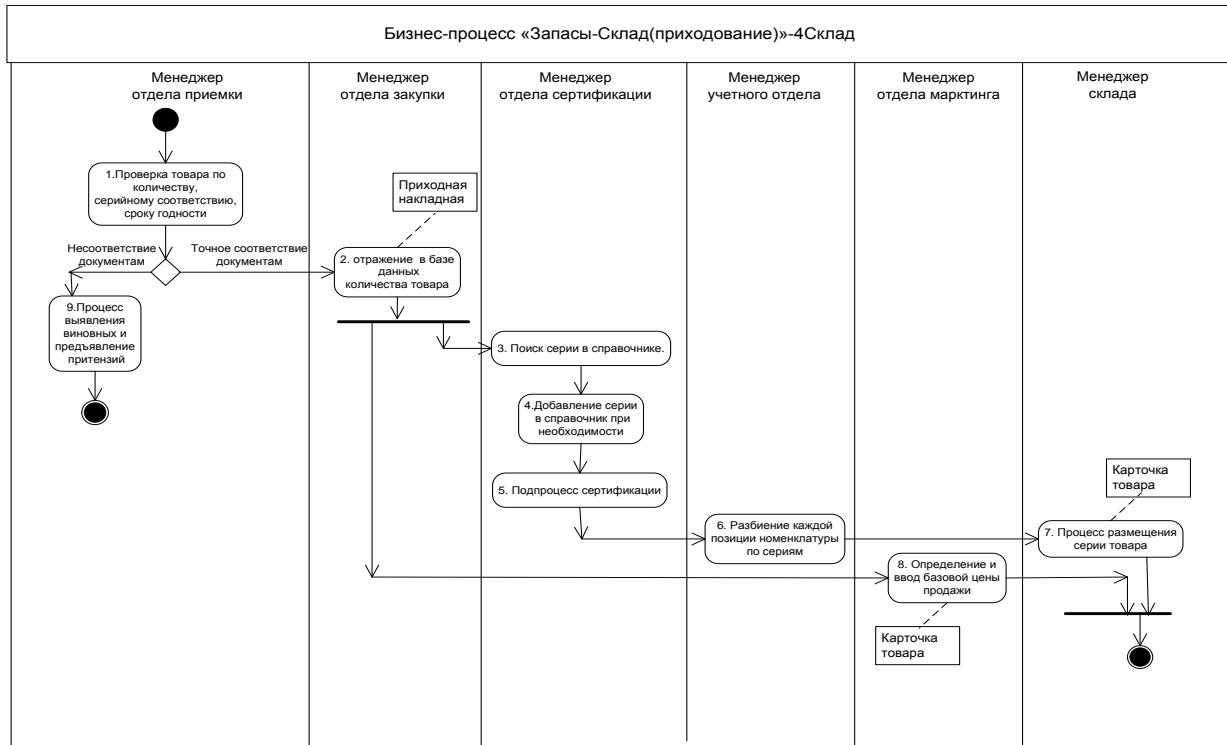

Рис.8 Диаграмма действий бизнес-процесса «Запасы-Склад(приходование)»
Общий вид диаграммы действий бизнес-процесса «Запасы – Склад (приходование)» представлен на рис.8.
1. В графе 1 проставьте краткое наименование диаграммы – 4Склад. Кроме того, в этой граfe укажите номер операции, соответствующий изображению на диаграмме действий (рис.8).